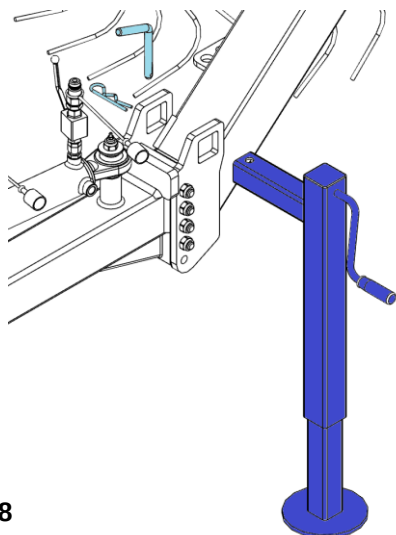

fig.18
Fig.18 - Per la rimozione del piedino sarà necessario: rimuovere la coppiglia a R, estrarre il perno a maniglia dalla sua sede e sfilare il piedino dal suo supporto di attacco. Fatto ciò, inserire il piedino nell'apposita sede sul timone, come mostrato in figura. Inserire il perno a maniglia nella nuova sede e bloccarlo con la relativa coppiglia a R.
Fig.18 - To remove the bearing foot: remove the R cotter pin, pull out the handle pin from its seat and take the bearing foot out of its housing. Next, insert the foot in the special seat on the drawbar, as shown in figure. Insert the handle pin in its new seat and fasten it by its R cotter pin.
Fig.18 pag.24 - Dopo l'aggancio, sollevare l'attacco del ranghinatore, mediante il sollevatore idraulico del trattore, quanto basta per spostare il piede di sostegno dalla posizione di parcheggio a quella di trasporto/lavoro. Per la rimozione del piedino sarà necessario: rimuovere la coppiglia a R, estrarre il perno a maniglia dalla sua sede e sfilare il piedino dal suo supporto di attacco. Fatto ciò, inserire il piedino nell'apposita sede sul timone, come mostrato in figura. Inserire il perno a maniglia nella nuova sede e bloccarlo con la relativa coppiglia a R.
Fig.18 page 24 - After coupling, lift the bar rake hitch, by using the tractor hydraulic lift, just enough to move the support foot from the parking position to the transport/working one.
- rimuovere il piedino di sostegno dalla sede sul timone centrale (fase trasporto) ed installarlo nella sede sul timone anteriore, per la fase di parcheggio (vedi fig.18 pag.24);
- remove the bearing foot from the seat on the central rudder (transport phase) and install it in the seat on the front rudder, for the parking phase (see fig.18 page 24);